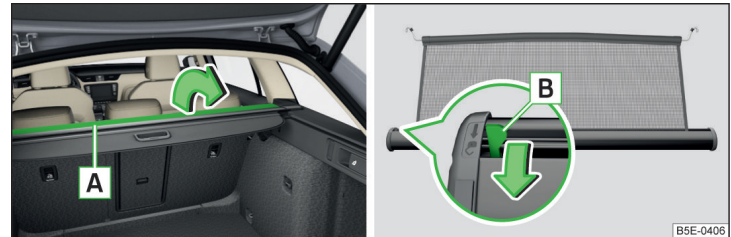

Abb. 121 Teil der aufrollbaren Gepäckraumabdeckung aufklappen / Entriegelungshebel
- Einen Teil der aufrollbaren Gepäckraumabdeckung **A** in Pfeilrichtung aufklappen » **Abb. 121**.
- Den Teil **A** der aufrollbaren Gepäckraumabdeckung entgegen der Pfeilrichtung zurückklappen » Abb. 121.
- Den Teil **A** der aufrollbaren Gepäckraumabdeckung in Pfeilrichtung aufklappen » Abb. 121.
Sollte die Netztrennwand beim Herausziehen blockieren, dann den Entriegelungshebel **B** in Pfeilrichtung drücken » Abb. 121.